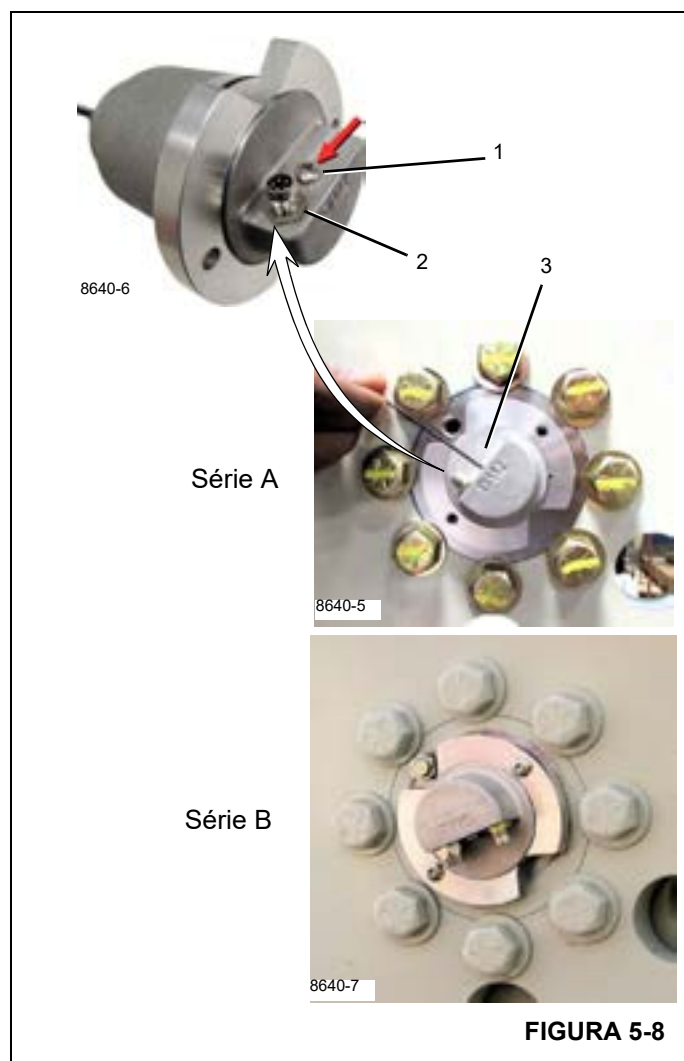

FIGURA 5-8
2. Remova a alimentação do MWI desconectando o cabo do DRI (2, Figura 5-8).
3. Remova o parafuso da tampa selada do botão de programação do HMS (Sistema de monitoramento do guincho) (1, Figura 5-8) no DRI.
4. Pressione e segure suavemente o botão de programação (3, Figura 5-8) e ligue novamente a alimentação do MWI reconectando o cabo do DRI.
NOTA: Manter o botão pressionado por mais de 15 segundos coloca o HMS no Modo de transporte para as unidades da Série A. (Consulte a Figura 5-8). Consulte o Modo de transporte para obter mais informações.
NOTA: Se o parafuso de programação (1, Figura 5-8) não for recolocado, a operação do MWI poderá ser afetada.
3. Remova o parafuso da tampa do botão de programação (1, Figura 5-8).